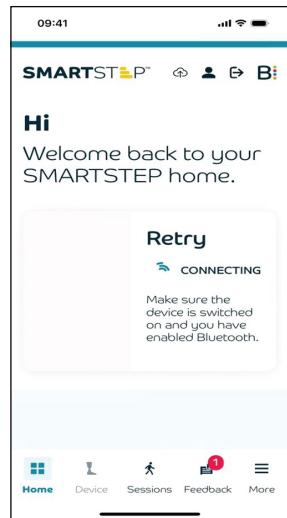

Fig. A3-4 Écran Réessayer SMARTSTEP
6. Si l'application ne se connecte pas correctement, vérifiez que le **Bluetooth®** est activé sur votre appareil mobile (tablette/téléphone) et sur votre dispositif Avior. Assurez-vous également que vous vous trouvez à portée du signal (moins de 3 m). Sélectionnez ensuite **Réessayer** (voir Fig. A3-4).